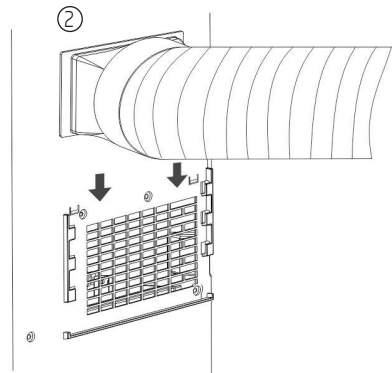

Abb. 4
3. Stecken Sie das andere Ende des Abluftschlauchs auf die nahe Fensterbank (siehe Abb. 4).